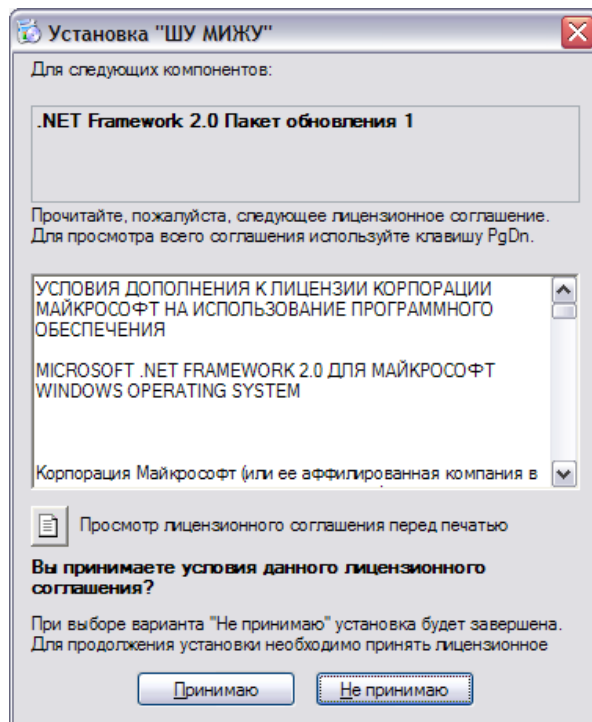

Рисунок 4 - Установка .NET Framework
- 2) Прочитайте лицензионное соглашение **MS .NET Framework** (рисунок 4) и нажмите кнопку «**Принимаю**».